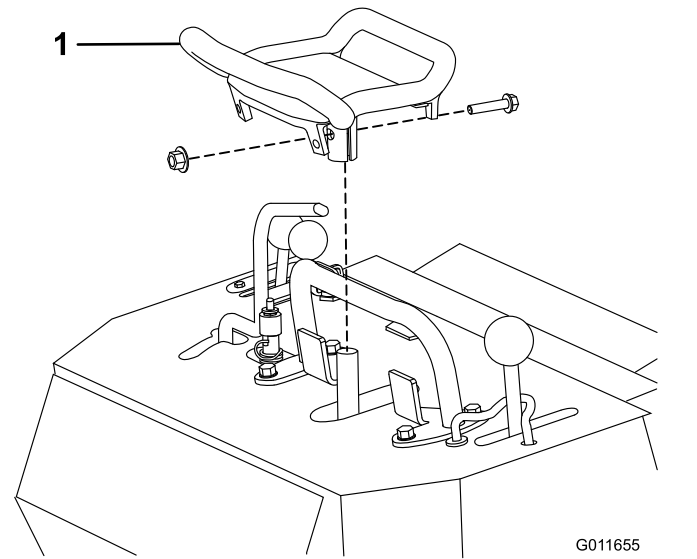

**Figure 3**
2. Déposez la poignée de commande de déplacement (Figure 3).